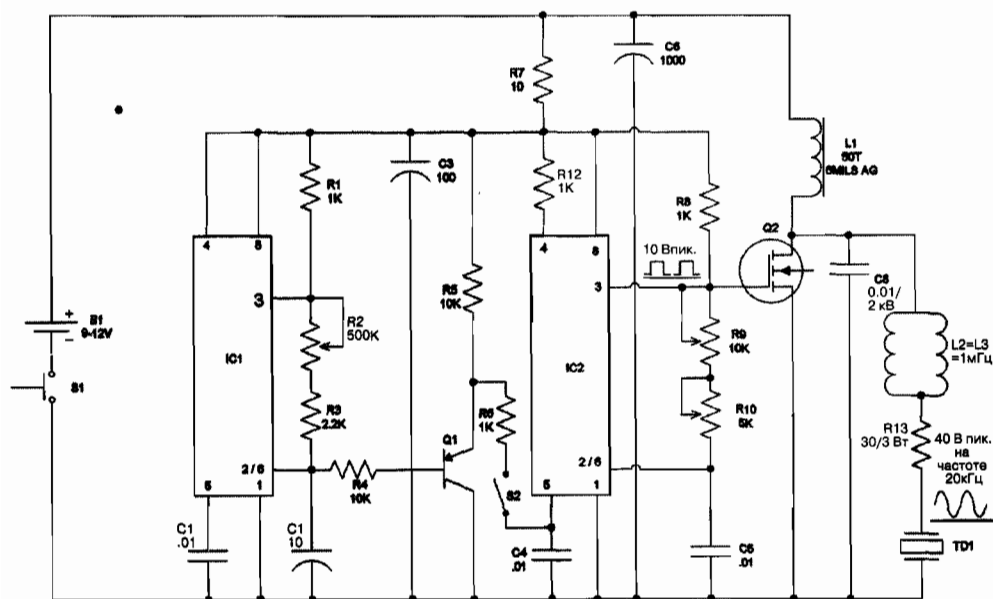

Рис. 27.2. Принципиальная схема фазера болевого поля
Таймер IC2 подключен по схеме стабильного мультивибратора, работающего в режиме свободных колебаний, частота которого изменяется переменным сопротивлением R9 (рис. 27.2). Резистор R10 задает диапазон изменения переменного
4. Если у вас есть осциллограф, вы можете наблюдать форму волны (см. рис. 27.2).